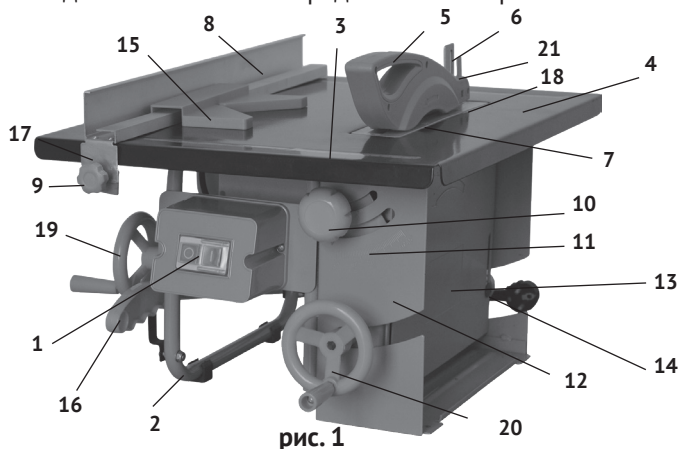
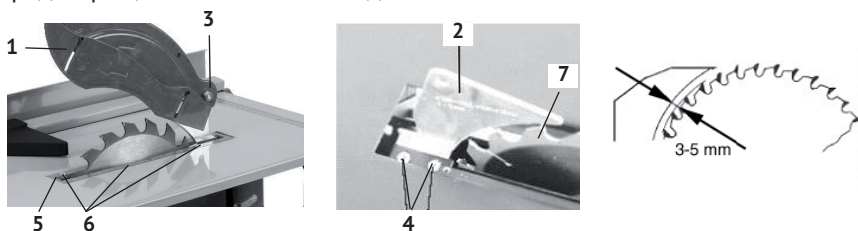

рис. 1
рис. 2
1.6 Общий вид и элементы пилы представлены на рис.1
1.7 Трубчатая рама (рис.1 поз.2), с жёстко скреплённым с ней корпусом (рис.1 поз.12), является основными несущими элементом пилы.
Асинхронный двигатель крепится к плите, расположенной внутри поворотного короба, закрытого боковой панелью (рис.1 поз.13). Маховик (рис.1 поз.19), ходовым винтом поворачивает короб с двигателем, отклоняя его влево. Этот механизм позволяет изменять угол наклона пильного диска от вертикального до 45° влево, относительно плоскости рабочего стола. Маховиком (рис.1 поз.20), за счёт кулисного механизма, осуществляется подъём/опускание плиты с закреплённым на ней двигателем и диском по вертикали. Высота подъёма диска контролируется по шкале (рис.1 поз.21).
На верхнем защитном кожухе (рис.1 поз.5) и боковой панели (рис.1 поз.13) нанесены стрелки, указывающие направление вращения пильного диска.
1.8 Для установки распиливаемой заготовки в нужном положении, на рабочем столе (с двух сторон) нанесена метрическая шкала (рис.1 поз.3).
Заготовка размещается на рабочем столе (рис.1 поз.4) в нужном положении с помощью параллельного (рис.1 поз.8) или закреплённого на нём углового упора (рис.1 поз.15). Распиливаемая заготовка подаётся оператором по рабочему столу к пильному диску вручную.
1.9 Выключатель – магнитный пускатель (рис.1 поз.1) расположен в торце передней части пилы. Он имеет две кнопки: зелёная с символом «I» - включение двигателя и красная с символом «0» - выключение двигателя (МЭК 60417).
Расклинивающий нож (рис.2 поз.2) разъединяет распиленные части заготовки, предотвращая зажим пильного диска.
- открутить 6 винтов крепления (рис.2 поз.6) вставки стола (рис.1 поз.5);
- закрепить винтами (рис.2 поз.4) на кронштейне расклинивающий нож (рис.2 поз.2) так, чтобы он находился в одной плоскости с пильным диском (рис.2 поз.7) и на расстоянии 3 -5 мм, как показано на рис.2;
- совместив крепёжные отверстия кожуха (рис.2 поз.1) и расклинивающего ножа (рис.2 поз.2), соединить их винтом (рис.2 поз.3) и закрепить гайкой. Крепление не должно быть жёстким. Кожух должен иметь возможность вращения вокруг оси крепления, чтобы фиксироваться в выбранном положении относительно диска, в зависимости от толщины заготовки.
Установка параллельного упора (рис.1 поз.8) возможна с любой стороны от отрезного круга. Пластина упора имеет высокий и низкий плоские бортики, для обработки заготовок разной толщины. Кроме того, низкий бортик согнут под углом 90°, что обеспечивает удобную установку и перемещение (при резке) вдоль него углового упора (рис.1 поз.15).
Точность установки контролируется по шкалам (рис.1 поз.3), с двух сторон рабочего стола.
- вращением маховика (рис.1 поз.19) изменить угол наклона поворотного короба с диском, до совмещения стрелки-указателя (рис.4 поз.3) с нужным значением угла на шкале (рис.4 поз.2);
Поворотом маховика (рис.1 поз.20) осуществляется подъём/опускание пильного диска, в зависимости от толщины заготовки. Высота подъёма диска контролируется по шкале (рис.1 поз.21) на расклинивающем ноже (рис.1 поз.6). Наиболее качественный рез получается тогда, когда пильный диск выступает на 3 – 6 мм над верхней плоскостью заготовки.
- надвинуть угловой упор (рис.1 поз.15) на параллельный упор, как показано на рис.1;